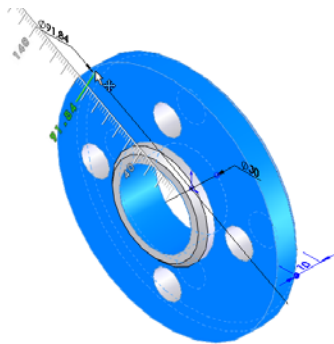
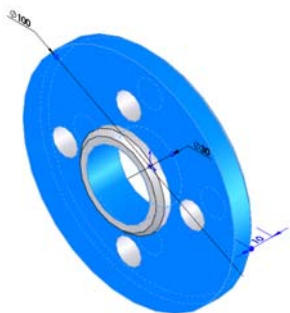

图 5-25 修改草图
图 5-26 修改后的草图
**03** 修改草图。光标移动直径为 80 的控标，屏幕出现标尺，使用屏幕上的标尺可精确测量修改，如图 5-25 所示，对草图进行修改，如图 5-26 所示。